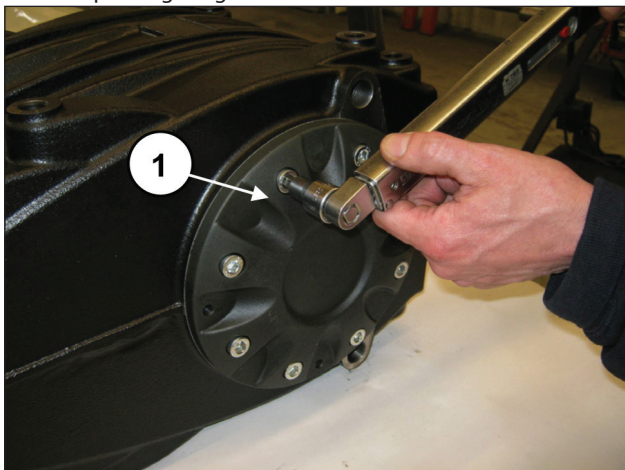

Abb. 62
Drehen Sie die 8 Schrauben M10x30 fest (Pos. ①, Abb. 62).